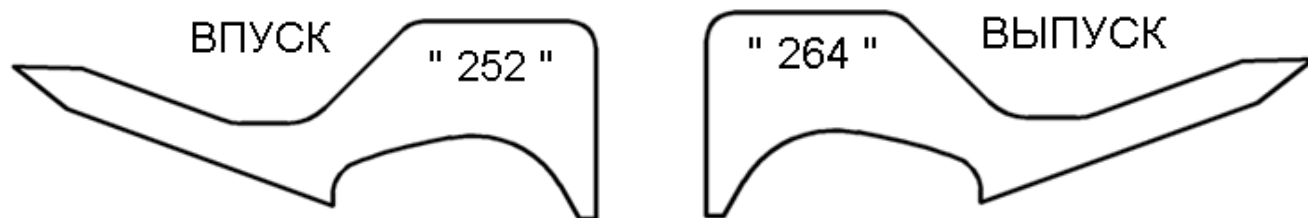

Рис.3 «Шаблон кулачка» 24-Ф-76167.002 и 24-Ф-76167.003
2. Шаблон кулачка «252°» – 24-Ф-76167.002; «264°» – 24-Ф-76167.003 (рис. 3).